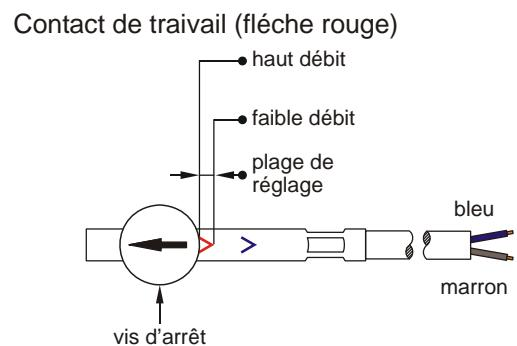
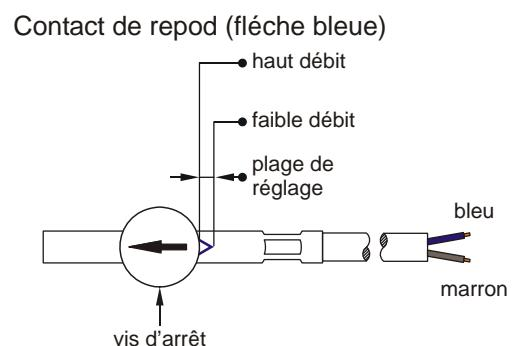

Fig. 20
Fig. 21
- ☞ Déplacer l'unité de commutation jusqu'à ce que la flèche rouge soit visible à l'entrée du guidage de l'unité de commutation si un contact de travail est désiré (→ Fig. 20) et la flèche blanche si un contact de repos est désiré (→ Fig. 21) (néant avec contact inverseur).